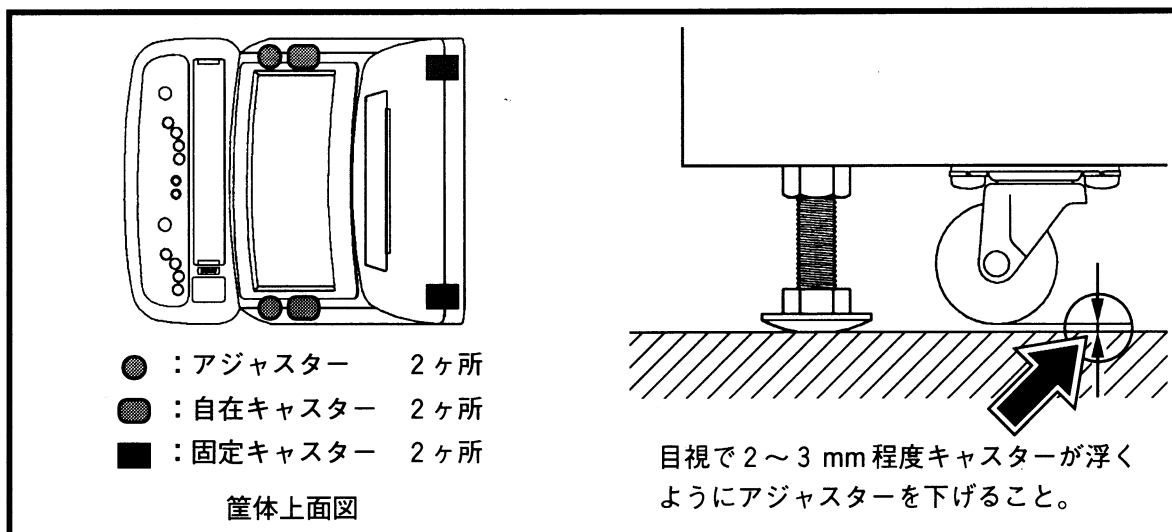
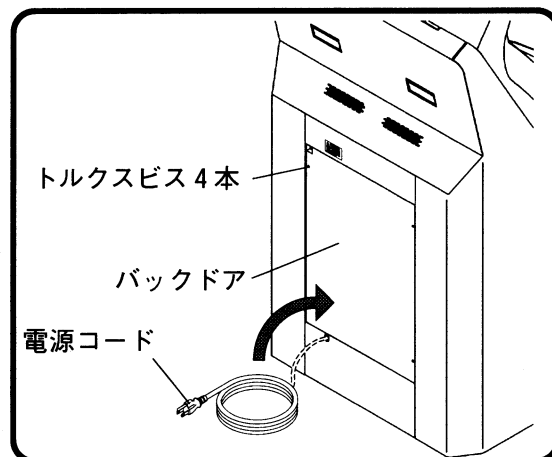

図1：輸送時におけるアジャスターの状態
図2：電源コードの収納
車両に積載するときには、次ページ図1のように全てのアジャスター（2ヶ所）を効かせてください。また、電源コードが外に出ている場合（設置後の移動など）は、電源コードをバックドア内部に収納してから運搬してください。（次ページ図2参照）
- ・移動させる際に電源コードが外に出ている場合は、運送時と同様、バックドア内部に収納してから行ってください。（収納方法は19ページ図2参照）